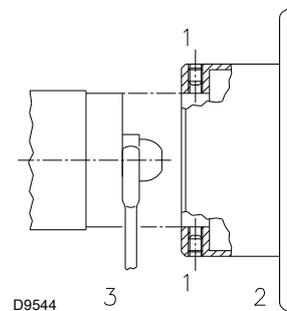

图 20
- 用扳手将其固定在稳焰盘的中心孔上或松开螺丝 1) (图 20)。